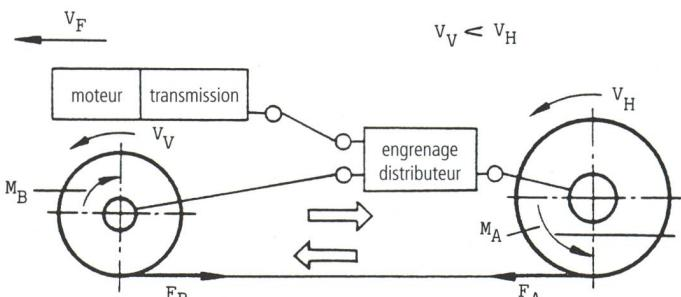

Fig. 1: Schéma explicatif de forces antagonistes (exemple: vitesse des roues avant  $V_V$  est plus petite que celle des roues arrière  $V_H$ ).
Aussitôt que les conditions de transmission entre l'entraînement, le châssis et le train roulant ne correspondent plus, des contraintes antagonistes surgissent entre les essieux (fig. 1). Cela entraîne un effet de freinage (FB), les roues tournant plus lentement. La problématique de cet antagonisme est particulièrement présente en cas de liaison rigide, telle qu'elle se présente encore aujourd'hui dans la